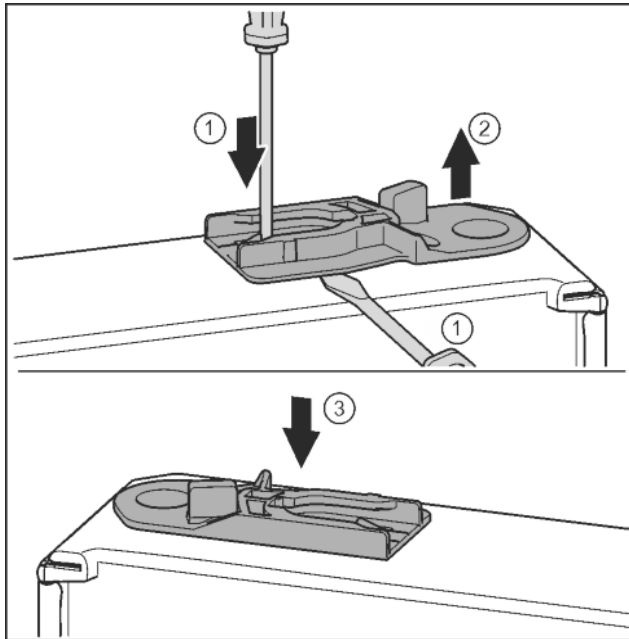

Fig. 31
- ▶ Führungsbuchse herausziehen: Lasche mit Schlitzschraubendreher drücken und gleichzeitig mit Schlitzschraubendreher unter Führungsbuchse fahren. *Fig. 31 (1, 2)*
- ▶ Im Lieferumfang beiliegende Führungsbuchse auf anderer Gehäusesseite einschieben. *Fig. 31 (3)*